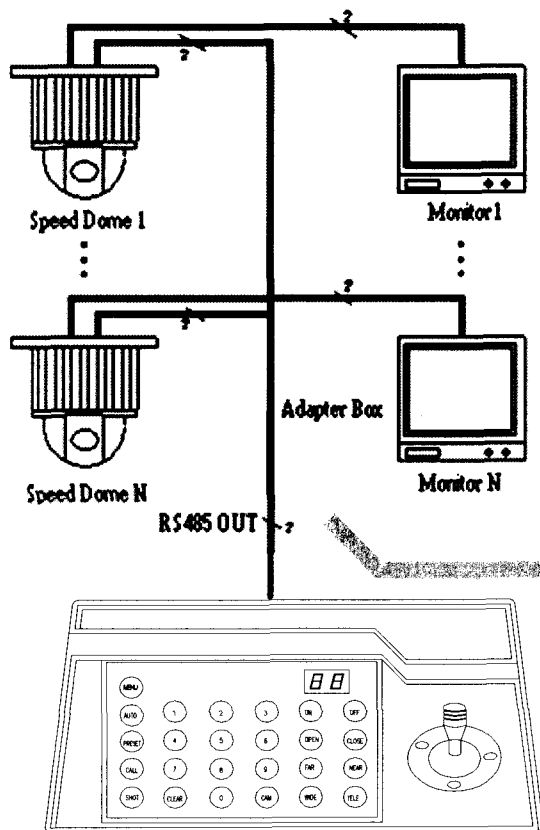

Figure4
1. Über den VC-CON-SP/32 können mehrere Speed-Dome-Kameras gesteuert werden (Figure4)